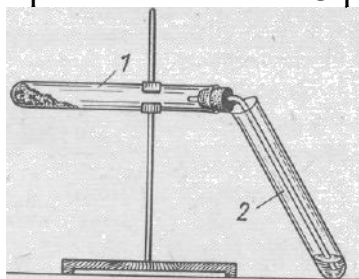

Рисунок 1 - Прибор для определения углерода окислением вещества
Соберите прибор, как показано на рис. 1. В сухую пробирку 1 насыпьте 0,2 г сахарного песка и в 2-3 раза больше оксида меди (II).